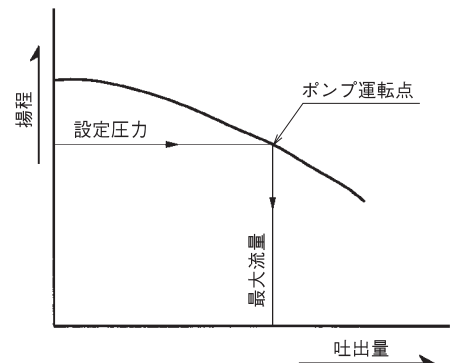
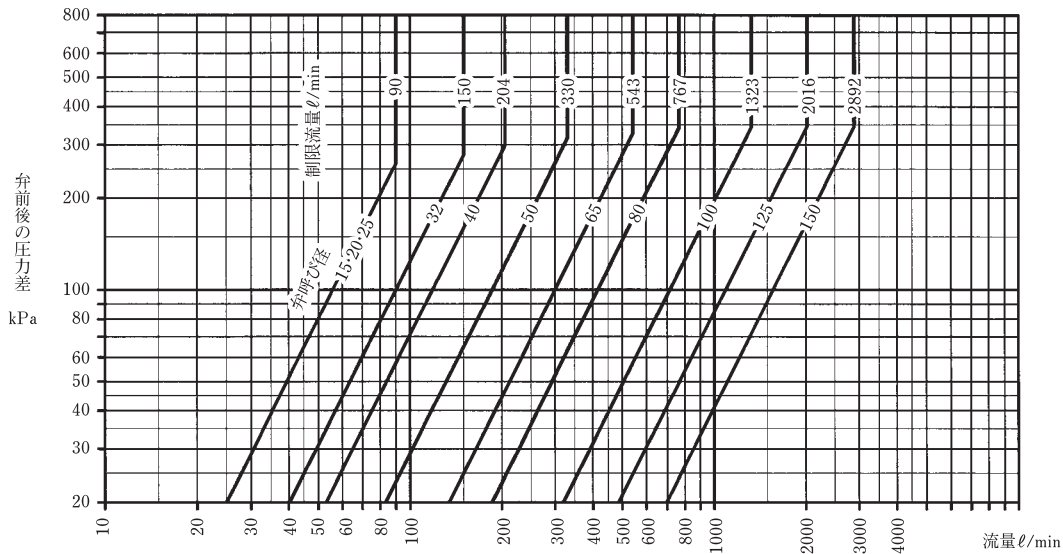
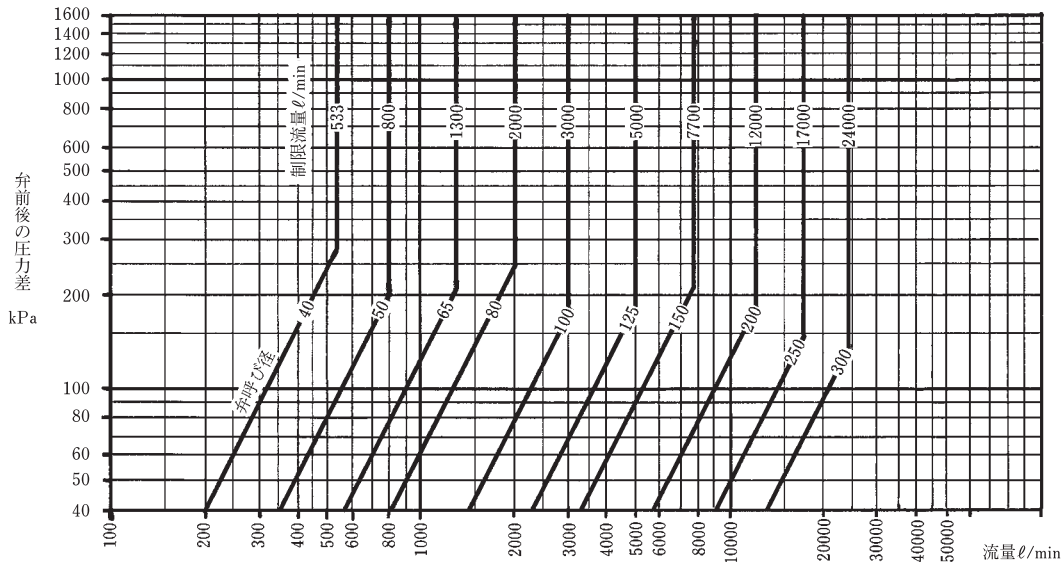

図5 ポンプ特性図
図6 RMD31型サステン弁・RMD31D型差圧サステン弁 呼び径選定図
図7 RFD42型・SFD42型サステン弁・RFD42D型差圧サステン弁 呼び径選定図
ポンプ特性図 (図5 参照) から設定圧力に相当する揚程の吐出量を求めます。これがサステン弁の最大流量です。設定圧力と最大流量が決まると図6 又は図7 の選定図によって選定します。機種は通常直動形の RMD31 型を使用しますが、所要の設定圧力が高く RMD31 型の設定圧力区分を超える場合、又は流量が大きく RMD31 型では賄えない場合は RFD42 型を使用します。
例えば流体は水でポンプの吐出圧力を 30m (300kPa) に一定に調整する場合で、ポンプ特性図から 400 ℓ/min を貯水槽に逃さなければならぬと仮定します。図6 RMD31 型サステン弁・RMD31D 型差圧サステン弁 呼び径選定図で流量 400 ℓ/min の線と弁前後の圧力差すなわち 300 - 0 = 300kPa の線との交点を求めると呼び径 50 と 65 の中間になります。大きい方を選び、呼び径 65 が適当なサステン弁となります。
- (1) まず配管径と同一の呼び径の RMD31 型を選定し、図 6 の呼び径選定図により弁前後の圧力差すなわちサステン弁の出口側圧力は 0 ですから $10 \times (P - \Delta P + H) - 0 = 10(P - \Delta P + H)$ kPa の線（サステン弁の出口側に背圧が加わる場合はその圧力を減じます。）と選定した呼び径の線との交点から下方に線を引き流量を求めます。
- (2) 前項の RMD31 型では容量不足になる場合は SFD42 型を選定し、図 7 の呼び径選定図を使用し、前(1)項の RMD31 型の場合と同様にして、呼び径を選びます。